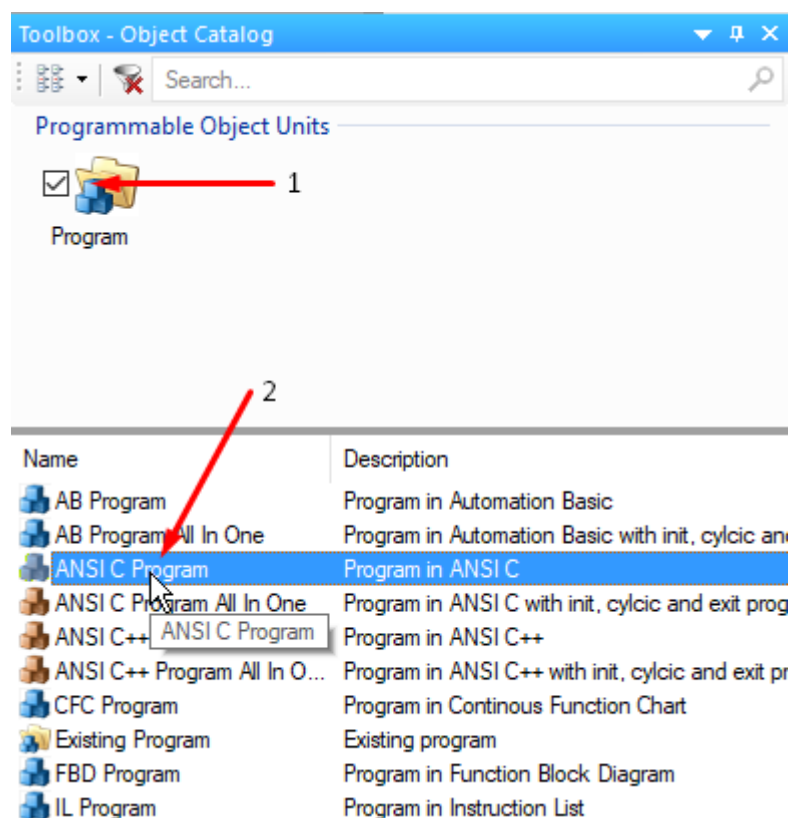

Рисунок 4.4.7. Создание новой программы.
3.1.2. В открывшемся окне “Toolbox” выделить из папки “Program” ([1] на рис. 4.4.7) и дважды щелкнуть на меню ANSI C Program ([2] на рис. 4.4.7)